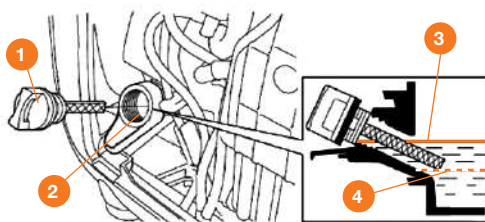

Рис. 10
- Разместите под двигателем подходящую емкость для сбора масла, затем снимите крышку/щуп **1** маслозаливной горловины **2** (Рис. 10).
- Установите на место пробку/щуп **1** маслозаливной горловины и надежно зафиксируйте ее (Рис. 10).